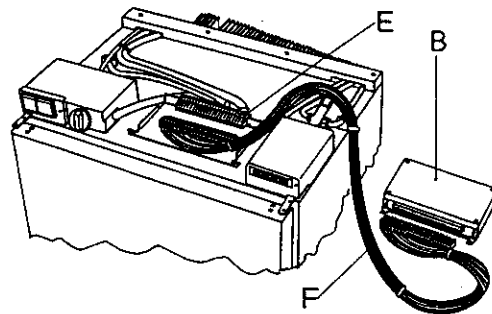
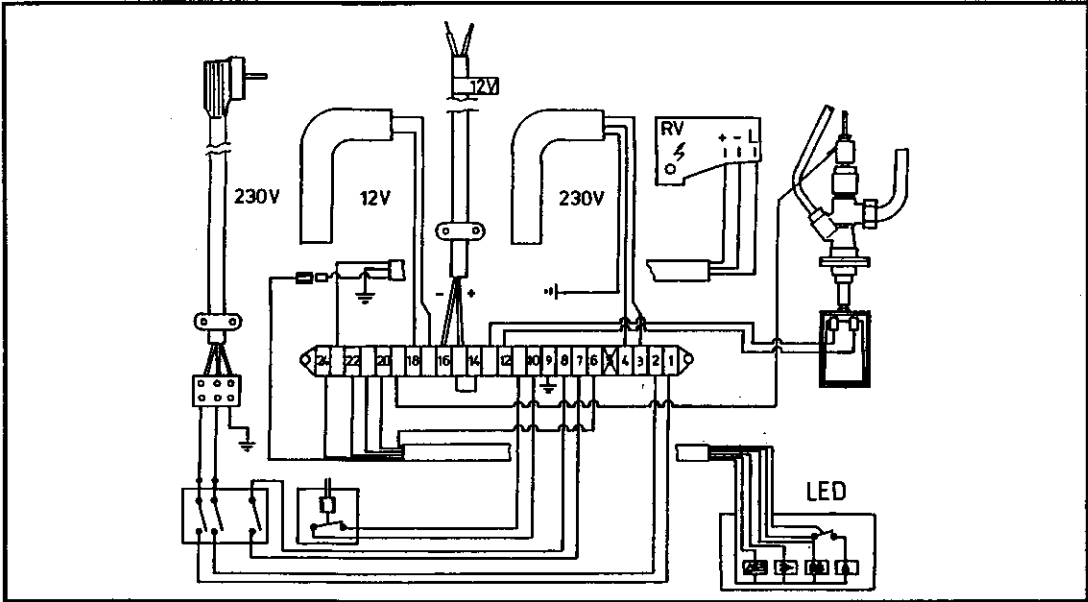

Fig. 10b
Fig. 11
De elektronische componenten van de AES zitten aan de bovenzijde van de kast in een beschermende stalen cassette (B). Deze cassette is bestand tegen een temperatuur van maximaal 70°C. Als een gaskooktoestel boven de koelkast wordt ingebouwd kan deze limiet worden overschreden en kunnen de elektronische componenten worden beschadigd. In dat geval moet de cassette op een andere plaats worden gemonteerd, bijvoorbeeld in een kast naast de koelkast – fig. 10b. Men verbindt in dat geval de cassette (B) via een kabel (F) (extra-toebehoren, artikelnummer 295 1154-00) met de meerpolige stekker (E) op de bovenzijde van de koelkast.
Alle externe verbindingen met AES worden aangesloten op de veerklemmen van de meerpole verbinder (E), fig. 10b. Hoe dit dient te gebeuren ziet u in het schema, fig. 11. De kabel voor de 12 V-voeding wordt bijv. aangesloten op klem 15 en 16 (juiste polariteit, anders werkt de AES niet!)
De zes draden van de kabel die naar de LED-plakket loopt (rechts onder in fig. 11) hebben de volgende kleuren: